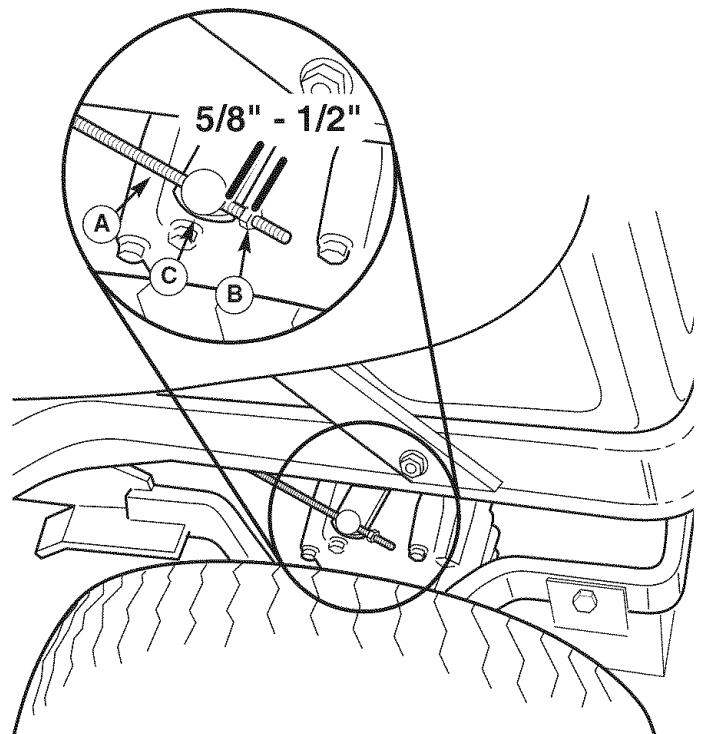

Figura 32. Ajuste del Freno
3. Empuje la palanca del freno (C, Figura 32) hacia adelante y jale la varilla del freno (A) hacia atrás. Debería de haber un intervalo de aproximadamente 5/8" - 1/2" entre la tuerca de ajuste (B) y la palanca del freno. Si no, ajuste la tuerca (B) hasta llegar a 1/8".